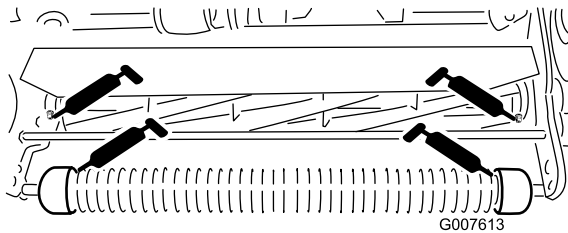

Figura 14
- 2 en el rodillo delantero (Figura 14)
- 2 en los cojinetes del molinete (Figura 14)